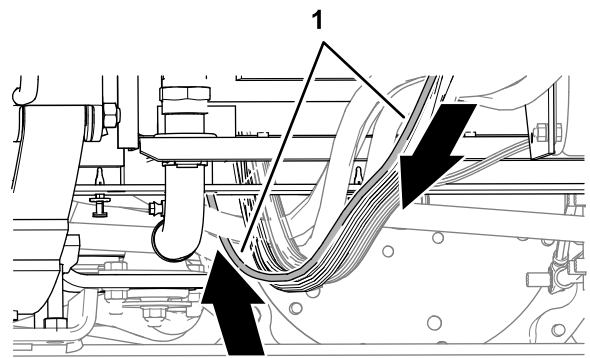

**Figura 161**
4. En la parte inferior de la máquina, enrute el cable de datos del módem hacia atrás, junto al arnés de cables de la máquina (Figura 161).